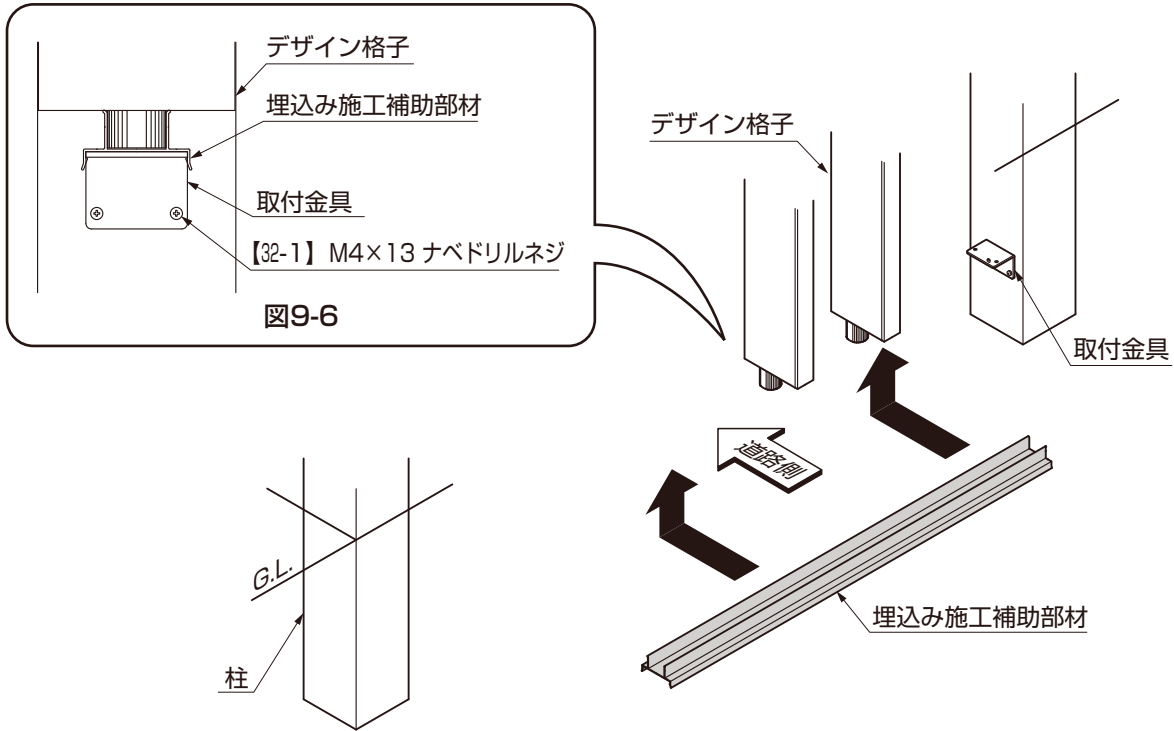

図9-5 デザイン格子先付けの場合
- ①デザイン格子をフレームに取付いている、デザイン格子取付け部材 上用に取付けてください。
- ②埋込み施工補助部材を取付金具にはめ込んでください。(図9-5参照)
- ①埋込み施工補助部材を取付金具にはめ込んでください。(図9-5参照)